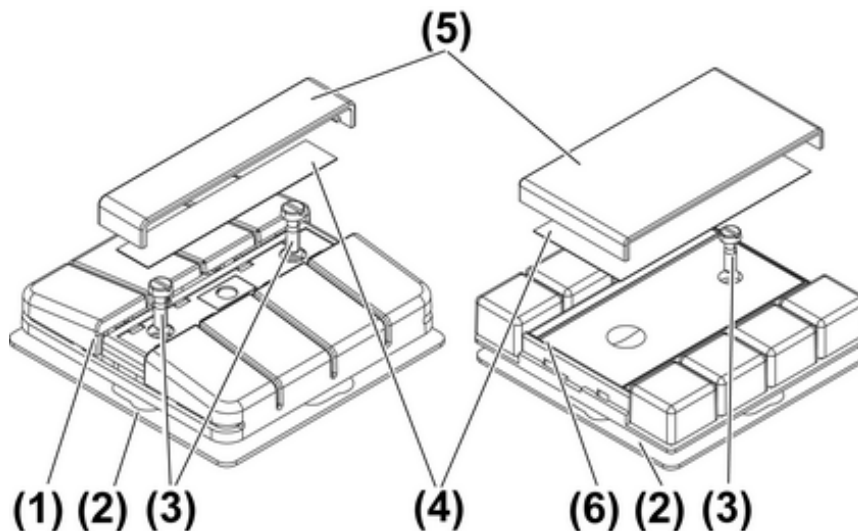

Figure 1
- Retirer avec précaution le cache de champ de saisie (5) et le champ de saisie (4) (figure 1).
- Desserrer les vis de fixation (3).
- Retirer l'émetteur mural (1) de la plaque de fond (2).